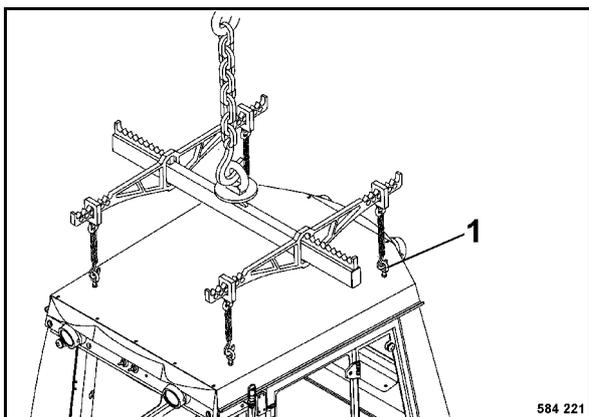

Рис. 205
- Прикрепить стропы ко всем четырем подъемным ушкам 1 (Рис. 205).